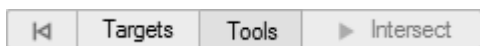

图 6-12
4) 单击操作栏中的 Tools，如图 6-12 所示。
- 4) 单击操作栏中的 Tools，如图 6-12 所示。